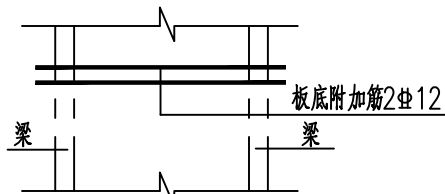

图2
- 6.4楼板上有墙，其下无梁，在板底附加2Φ12，如图2所示。